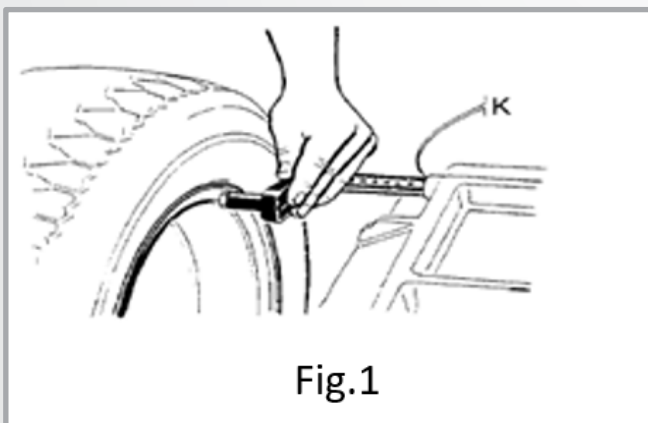

Fig.1
- Mova o medidor (régua) até tocar a borda do aro (Fig.1), leia o valor da distância, pressione **a+** e **a-** para alterar, defina o valor "a".